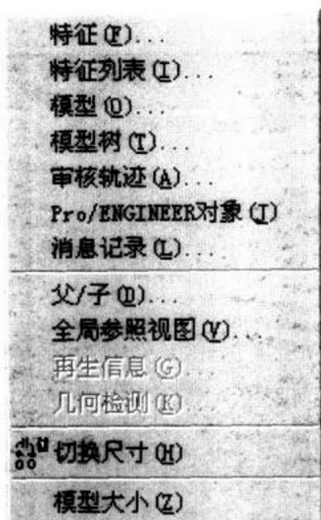

图 1.12
- 信息 查看各种信息(如特征、模型、父/子、模型大小等信息)的菜单,如图 1.12 所示。